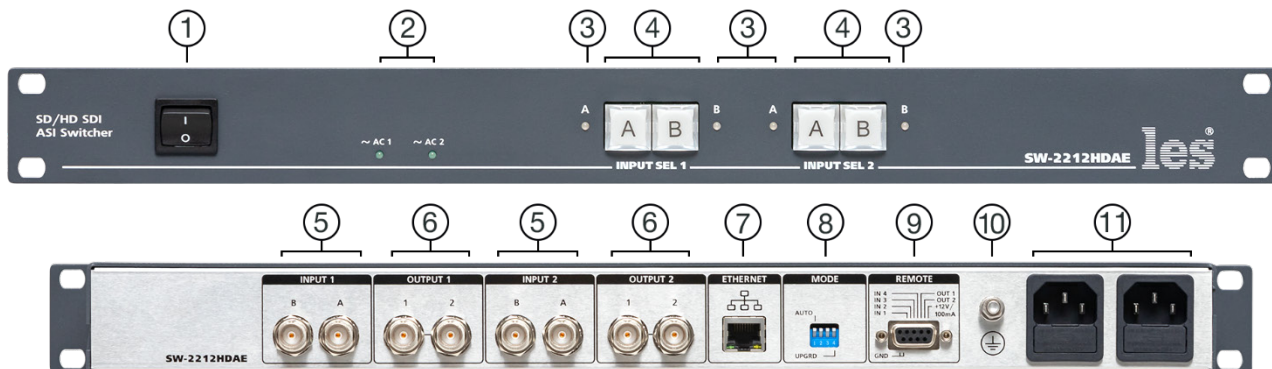

Рисунок 1
2. Подключите клемму заземления, расположенную на задней стенке, к общей шине заземления (рисунок 1, позиция 10).
5. Подключите шнуры питания к разъёмам IEC C14 (рисунок 1, позиция 11). Обратите внимание на то, что третий провод сетевого шнура используется для заземления корпуса (защитное заземление), которое рекомендуется делать единым для всего комплекса аппаратуры.
Земли входных и выходных разъёмов соединены вместе, присоединены к контакту PE блоков питания, корпусу прибора и клемме заземления (рисунок 1, позиция 10).